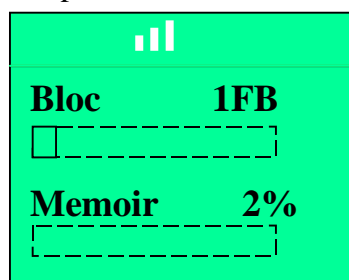

Fig. 2.13
- VolProg (figure 2.13) : Consultation de la capacité mémoire du module, c'est à dire le nombre de blocs fonctions et le pourcentage de mémoire utilisés.